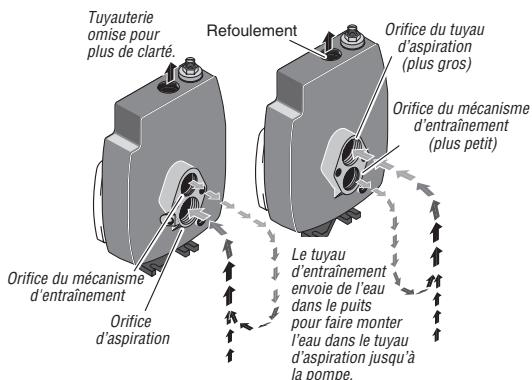

Figure 2 : Fonctions du mécanisme d'entraînement et de l'aspiration
3. Si le tuyau d'aspiration de votre ancienne pompe (le plus gros orifice - voir figure 2) se trouve sous l'orifice d' entraînement, vous devrez installer un tuyau flexible entre la tête de puits et la pompe afin que le raccordement soit correct.